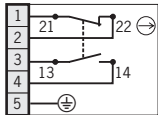

Bild 8: Steckerbelegung Steckverbinder M12
- Steckerbelegung siehe Bild 8.